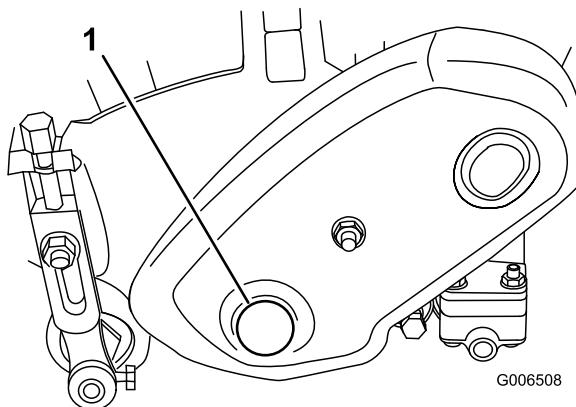

Figura 64
1. Retire el tapón de la cubierta de la transmisión al molinete, en el lado izquierdo del conjunto del molinete (Figura 64).